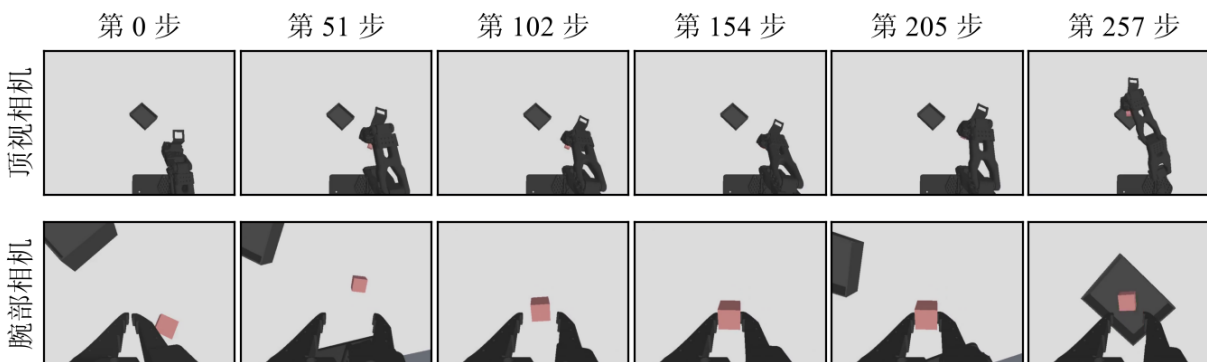

图 8: DM0.5 在仿真里抓放 2 cm 方块的一局：上行顶视相机，下行腕部相机
--robot.* 这组参数就是第 3.4 节那段配置的命令行写法。换场景只改 --robot.task，几次运行写进同一个 --out 时结果按场景合并。out/rollout/rollout_dm05.json 里是成功局数，out/labeled/里是顶视与腕部并排、顶上写明成败的录像。图 8 是发布的模型在 2 cm 方块场景里的一局成功示例：它先把夹爪移到方块上方，下降合拢，再抬起平移至料箱上方。